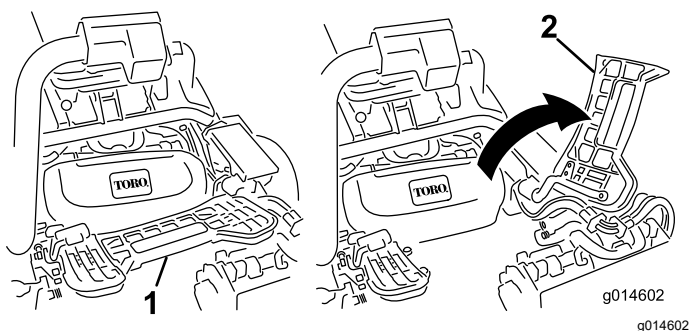

図 55
2. フットレストを跳ね上げて開き、中央カッティングユニット取り付け位置へのアクセスを確保する **図 55**。